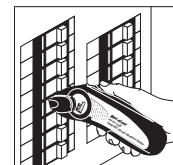

Figura 3
4. Coloque la superficie plana del extremo cónico del receptor directamente sobre el cortacircuitos o fusible como se muestra. (Figura 3) Si el receptor se sostiene en cualquier otro ángulo, pueden producirse lecturas inexactas.